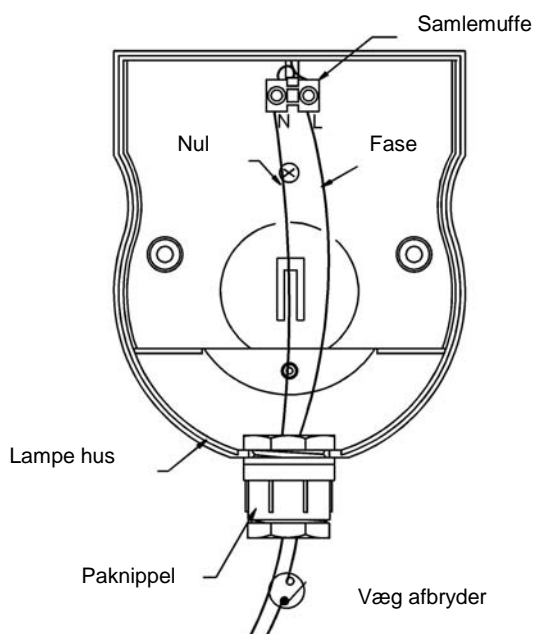

Fig. 9
- (1b) Skær, fil eller bor en åbning i bunden af lampen som passer til en paknippel gummipakning eller lignende. Medfølger ikke (se Fig. 9)